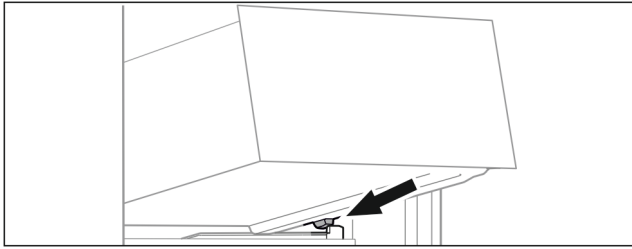

Fig. 100
- ▶ Coloque el cajón inclinado detrás de los toques sobre la nervadura para recipientes. (consulte Fig. 100)